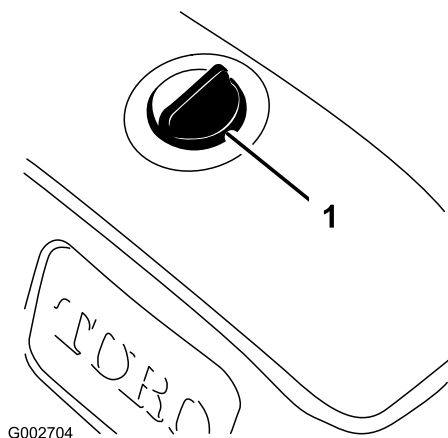

図 8
3. 異物をタンクに入れないよう、油圧オイルタンクのキャップ取り付け部周辺をウェスできれいに拭く 図 8。